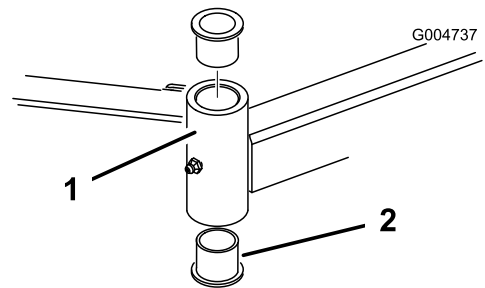

図 29
4. ピン・ポンチを使って、チューブの上または下からブッシュをたたき出す (図 29)。他のブッシュも、同様にしてチューブから取り外す。チューブの内部をきれいに清掃する。